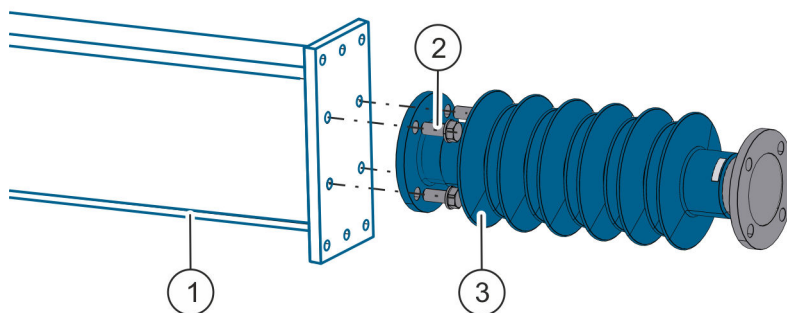

Abb. 10: Isolator montieren
1. ➤ Isolator (Abb. 10/3) mit 4 Schrauben (Abb. 10/2) am Ausleger (Abb. 10/1) montieren.